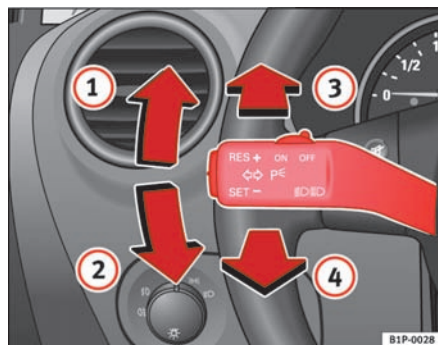

Fig. 78 Blink- og fjernlysarm
- Tryk armen helt op ⇒ fig. 78 ① for at tænde **højre** blinklys, og tryk den helt ned ② for at tænde **venstre** blinklys.
- Tryk armen fremad ⇒ fig. 78 ③ for at tænde fjernlyset.